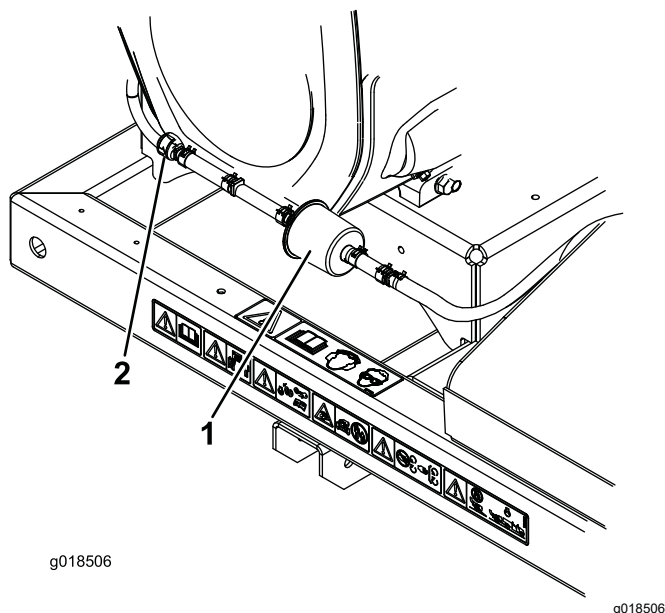

Figura 22
2. Aleje del filtro las abrazaderas de muelle de ambos lados del filtro del tubo de purga del cartucho de carbón (Figura 22).
3. Retire y deseche el filtro de carbón (Figura 22).
4. Instale un filtro nuevo en el tubo con la flecha del filtro apuntando hacia la válvula de retención, y sujételo con las abrazaderas (Figura 22).